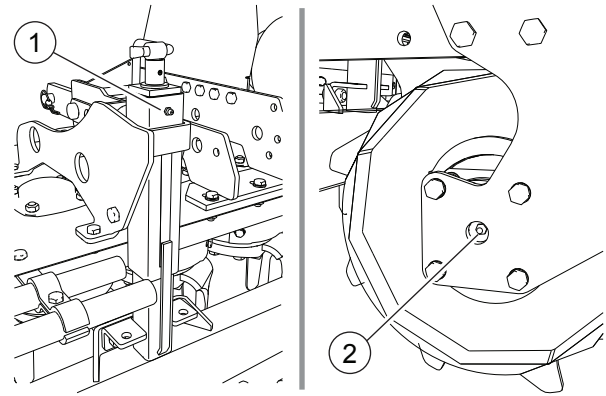

FIG. 30
- Schmiernippel auf Wagenheber mit Schraube (1, "Fig. 30").
- Schmiernippel Walzenräger (2).